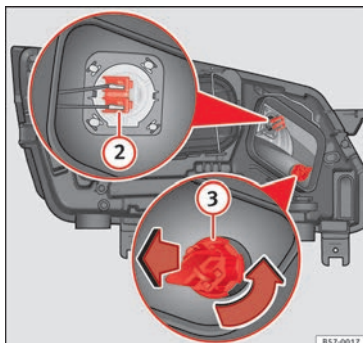

Fig. 108 Nel vano motore: lampadina degli abbaglianti ② e lampadina degli indicatori di direzione ③.
3. Premere lateralmente il connettore » **fig. 108 ②** verso sinistra o destra e tirare.
3. Ruotare il portalamпада » **fig. 108 ③** verso sinistra e tirare.